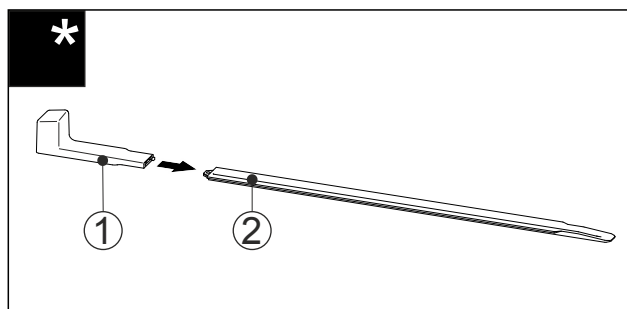

Fig. 55
- Inserire l'impugnatura di montaggio Fig. 55 (1) sulla guida di livellamento Fig. 55 (2).